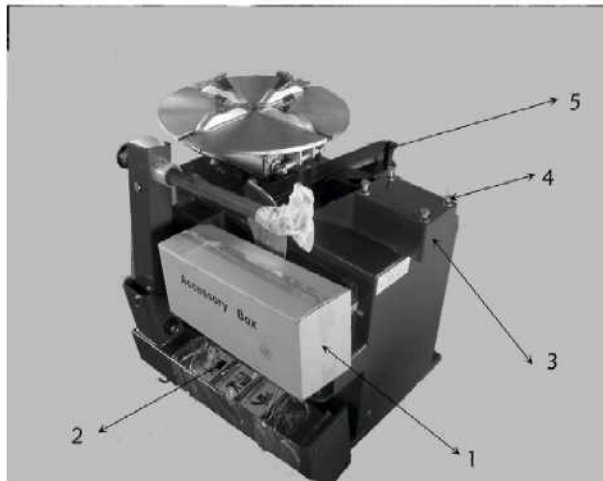
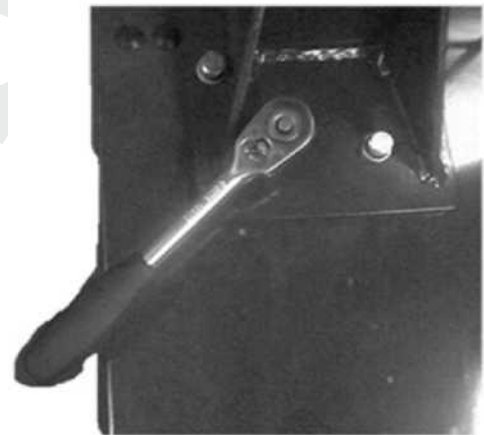
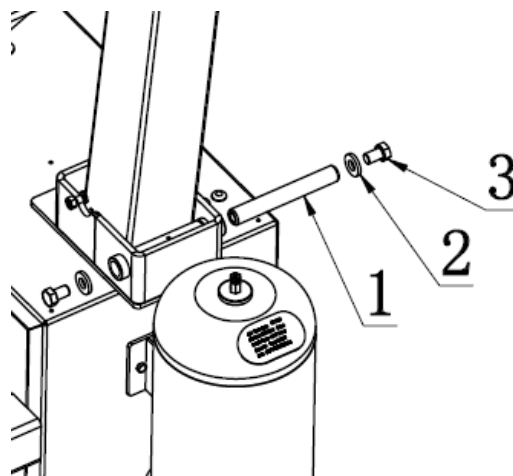

Рис. 8-1
Рис. 8-2
Рис. 8-6
Снимите коробку и достаньте коробку с аксессуарами (1), нож отрыва борта шины (5) и стойку в сборе (2) (см. рис. 8-1). Зафиксируйте корпус.
Установите снятые болты, пружинную и плоскую шайбы (рис. 8-1) обратно. Затяните болты с усилием 70 Н·м (рис. 8-2), используя динамометрический гаечный ключ.
Выровняйте колонну так, чтобы проушины в нижней части колонны совпадали с проушинами седла на корпусе станка. Далее вставьте палец (рис. 8-6, поз. 1) в проушину, затем наденьте шайбы (рис. 8-6, поз. 2) и болты (рис. 8-6, поз. 3) с обеих сторон оси для крепления. Затяните болты с усилием $70 \text{ Н}\cdot\text{м}$ (рис. 8-2), используя динамометрический гаечный ключ.